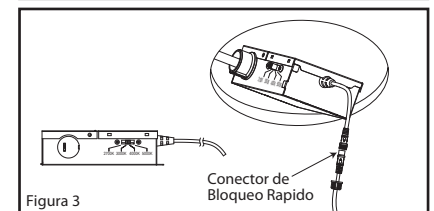

Figura 3
4. Conecte la caja de conexiones al panel LED empotrado con el conector de bloqueo rápido. (Figura 3)
5. Mueva el interruptor deslizante a su color de luz apropiado (2700K / 3000K / 4000K / 5000K). Coloque la caja de conexiones en el techo a través del recorte. (Figura 3)